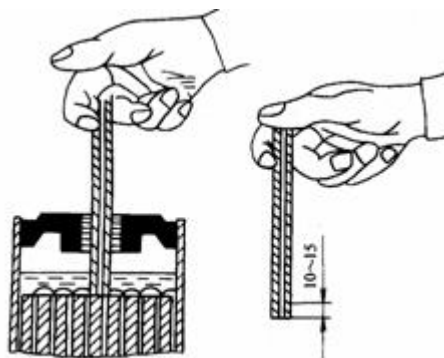

图 1-2 电解液液面高度的检查
(1) 玻璃管测量法。测量时，用一根直径为 3~5mm 的空心玻璃管，垂直插入蓄电池加液孔内极板的上平面处，大拇指按紧玻璃管上端，使管口密封，然后提起玻璃管，迅速用尺测量管内的液面高度，或用浅色的干木条垂直插入孔内极板的上平面处，然后取出用尺量取痕迹的高度。高度标准应在 10~15mm 之间（见图 1-2）。若液面过高，用吸管吸至标准液面。若液面过低，一般应添加蒸馏水至标准液面。
(2) 观察液面高度指示法。对透明塑壳封装的蓄电池，可通过观察容器壁上的两条高低指示线，判断液面的高度。正常的液面高度应在两指示线之间，如过高或过低应予调整，调整的方法同上（1）。